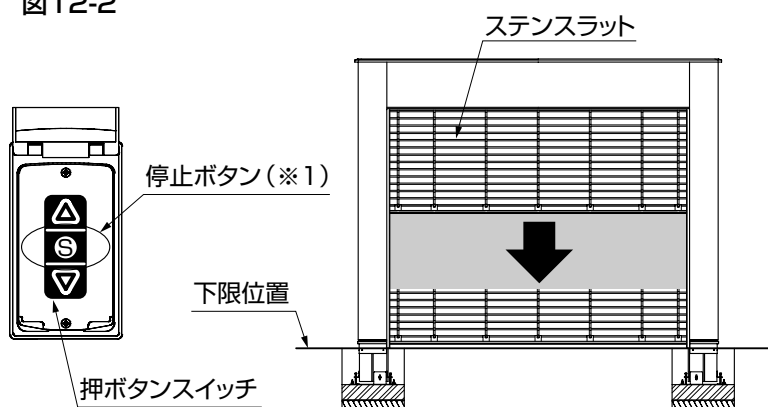

図12-3
- 押ボタンの開放ボタンを押す前に警報音が消えてしまった場合は、再度②に戻って停止ボタンを押して、上限(リミット)設定モードに設定してください。
④押ボタンスイッチの停止ボタン(※1)を3秒間押し続けてください。(図12-3参照)